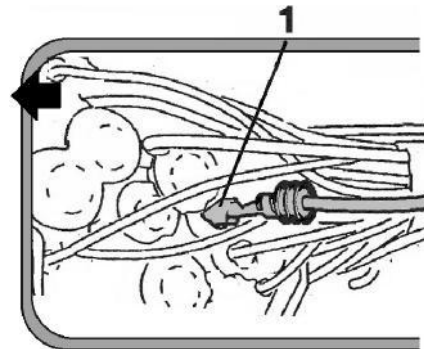

Fig. 2
9. Monter le câble noir/blanc dans la broche de câblage XE1 (Fig. 2)